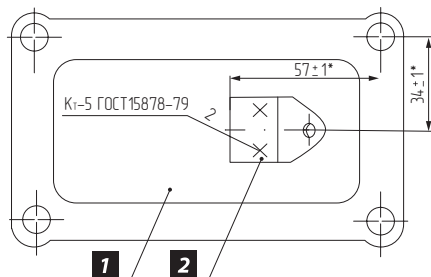

Рис. 12
- Кронштейн оттяжной пружины приварите или закрепите болтами к крышке люка установки механизма, как показано на **Рис. 12**.